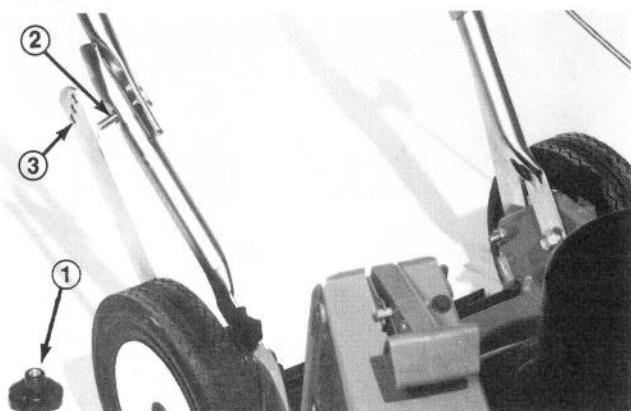

Figure 2
- Le guidon est réglable à trois différentes hauteurs selon les préférences de l'utilisateur. Desserrez un bouton et enlevez l'autre bouton sur le côté opposé du guidon. Alignez la tige filetée sur le côté du guidon avec le trou dans la barre d'enclenchement (Fig. 2), et poussez la barre vers l'intérieur pour l'engager sur la tige.